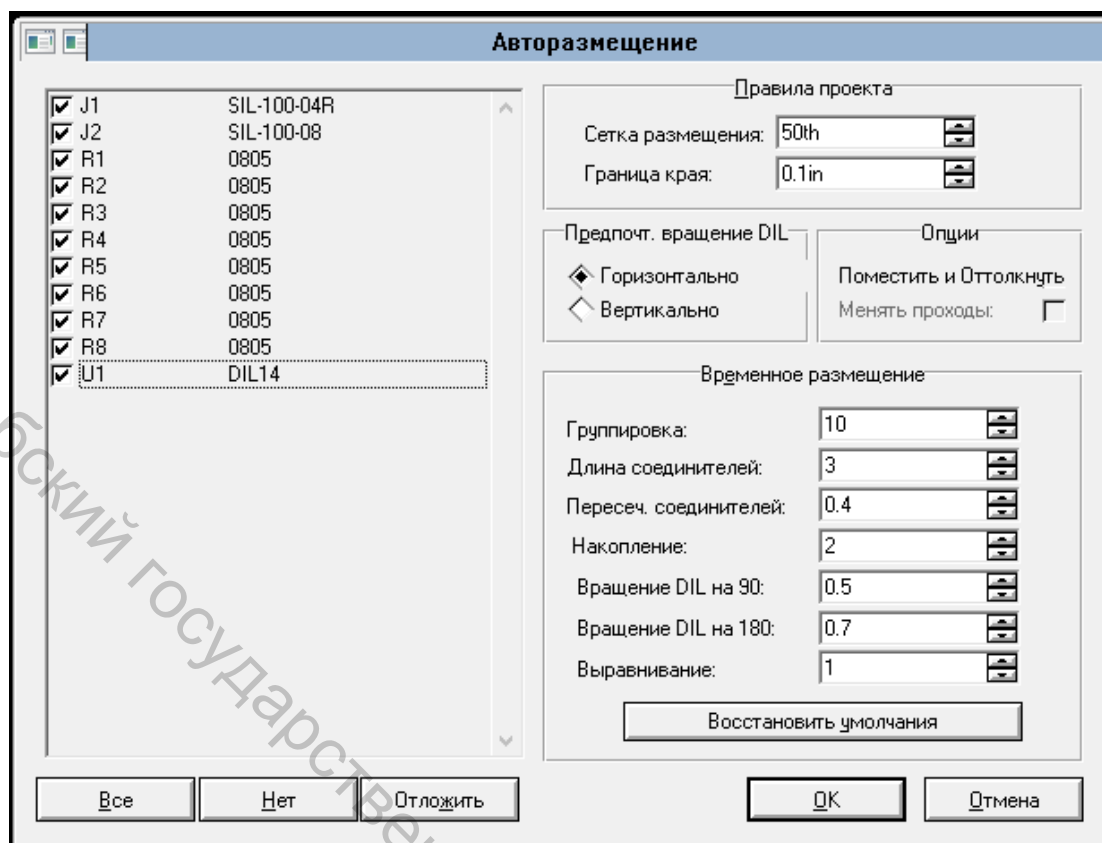
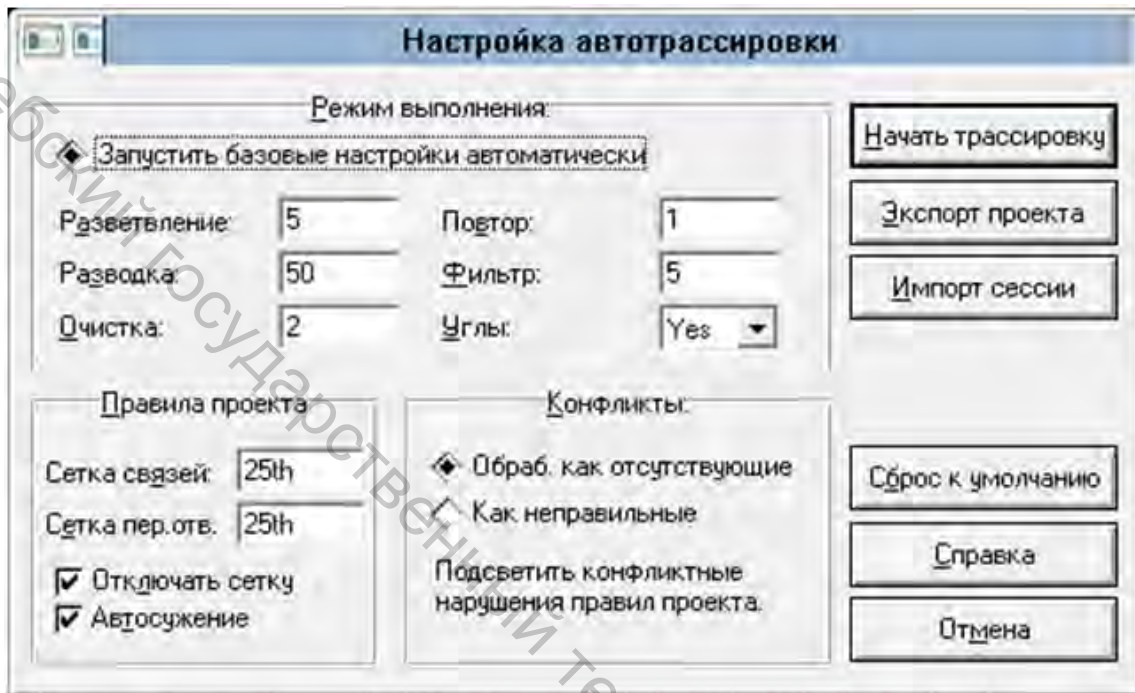

Рисунок 23 – Окно настройки свойств компоновки
Рисунок 25 – Окно свойств автотрассировки
3. Далее запускается автокомпоновка нажатием кнопки «» на панели инструментов. В результате открывается окно Auto Place, в котором настраиваются параметры компоновки (рис. 23).
4. Далее следует произвести автоматическую трассировку соединений. Для этого нужно нажать кнопку «» на панели инструментов (рис. 23). Открывается окно Auto Router, в котором производится настройка опций автотрассировки (рис. 25).